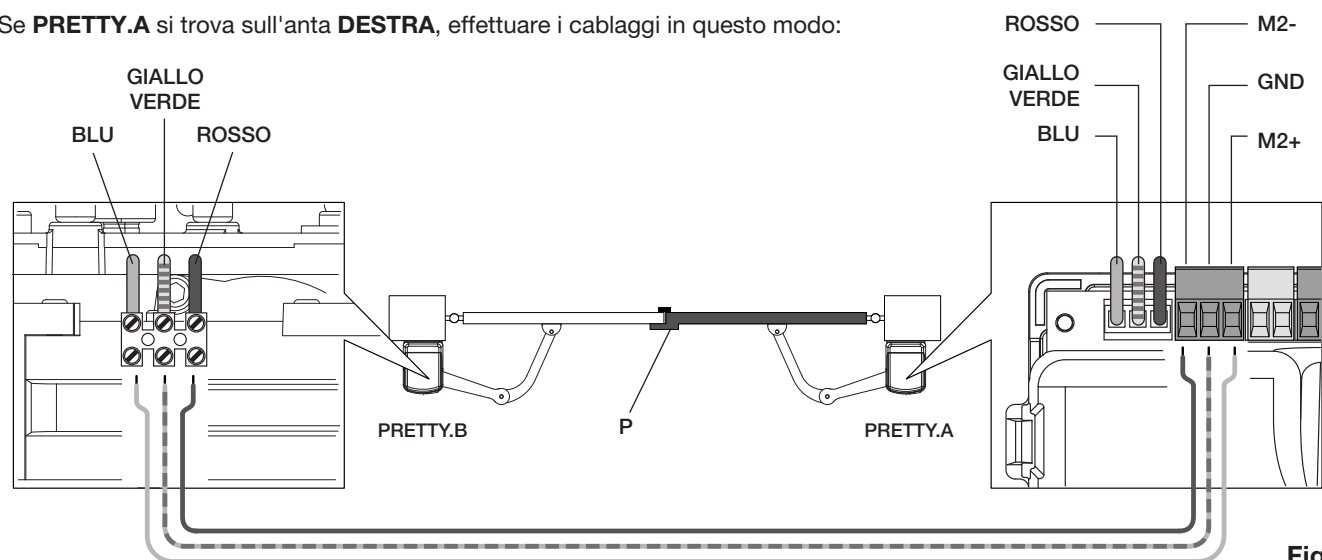

Fig.27
b) l'anta che eventualmente presenta un profilo di battuta (Fig.27/28, rif-P) deve essere l'ultima a muoversi in chiusura.
Inverte la sequenza di apertura e chiusura delle ante, nel caso di presenza di profilo di battuta (Fig 27/28 rif. P).